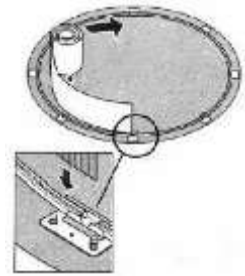

fig. 16
b) Empezar a desenrollar la pared colocándola en la guía inferior curvada azul (PCA) fig. 16. El principio de la pared debe de colocarse sobre la placa base (T1) lo más centrada posible de esta forma cuando cerramos el círculo y pongamos los tornillos, estos quedarán ocultos por la columna.